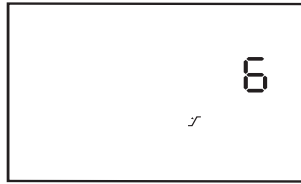

Figura 6–8 Tela Configuração do tempo de aumento
1. Na tela de monitoração ou do modo de espera (standby), pressione a tecla direita do usuário até chegar a esta tela. A tela de configuração do tempo de aumento encontra-se exibida na Figura 6–8.